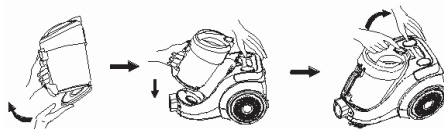

Рис. 6
4. Установите пылесборник на место в корпус пылесоса (Рис. 6).